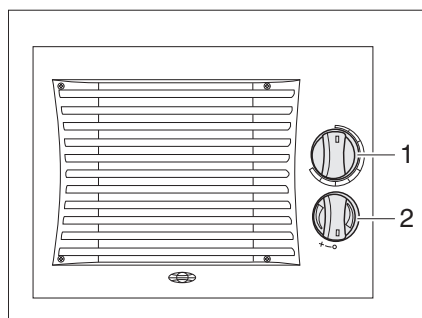

Fig. 173 Elementos de mando termocambiador adicional
- Girar el regulador giratorio (Fig. 173,1) del regulador volumétrico de paso a la posición deseada. El circuito de agua está abierto.
- Girar el conmutador del ventilador (Fig. 173,2) del ventilador de circulación de aire en sentido de las agujas del reloj.
- Girar el conmutador del ventilador (Fig. 173,2) a "O".
- Girar el regulador giratorio (Fig. 173,1) del regulador volumétrico de paso completamente hacia atrás.